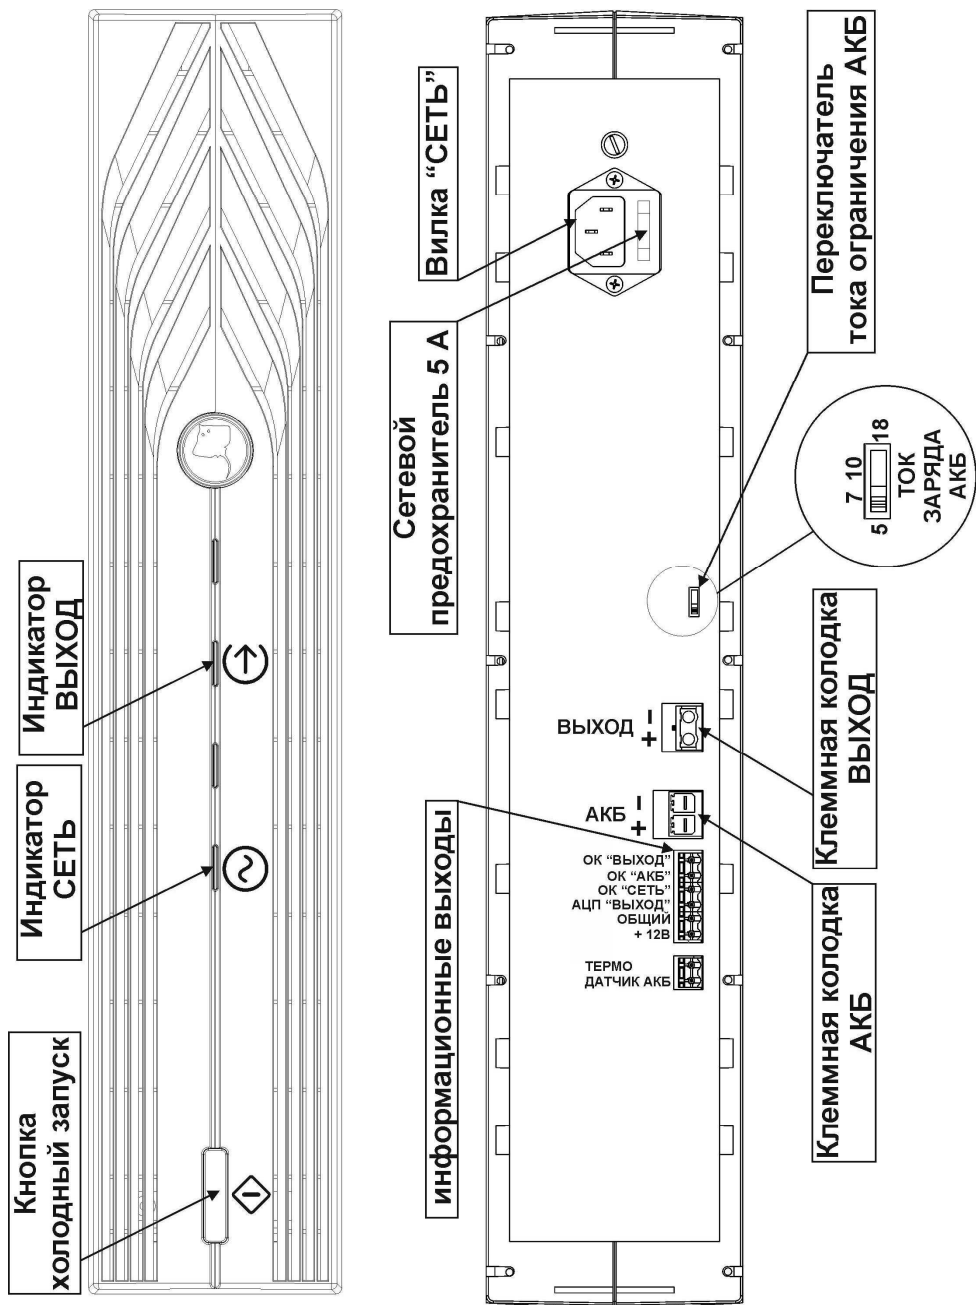

Рисунок 1 - общий вид изделия
| 6 | Ограничение тока заряда АКБ (устанавливается переключателем, см. рис. 1), А | | 5; 7; 10; 18; |
Изделие содержит следующие конструктивные элементы (см. рис. 1):
Изделие обеспечивает ограничение тока заряда АКБ. Выбор одного из 4-х значений ограничения тока заряда АКБ осуществляется переключателем (см. рис. 1)
- подключите с соблюдением полярности к клеммам колодки «ВЫХОД» источника питания кабель питания нагрузки (см. рис. 1);
- проверить правильность произведенного монтажа в соответствии с назначением клемм подключения (рис. 1) и схемами подключения (рис. 4-6);
- проверить наличие и исправность сетевого предохранителя (см. рисунок 1);